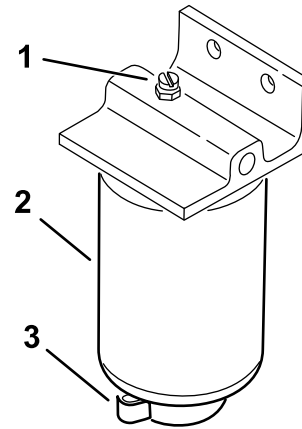

Figura 38
4. Abra el tapón de vaciado y la válvula de alivio del filtro (Figura 38).